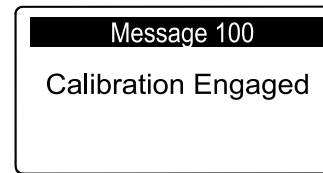

Рисунок 68
**Примечание:** Появится сообщение CALIBRATION ENGAGED (КАЛИБРОВКА ВКЛЮЧЕНА) (Рисунок 68), и вал аэратора начнет медленно опускаться.